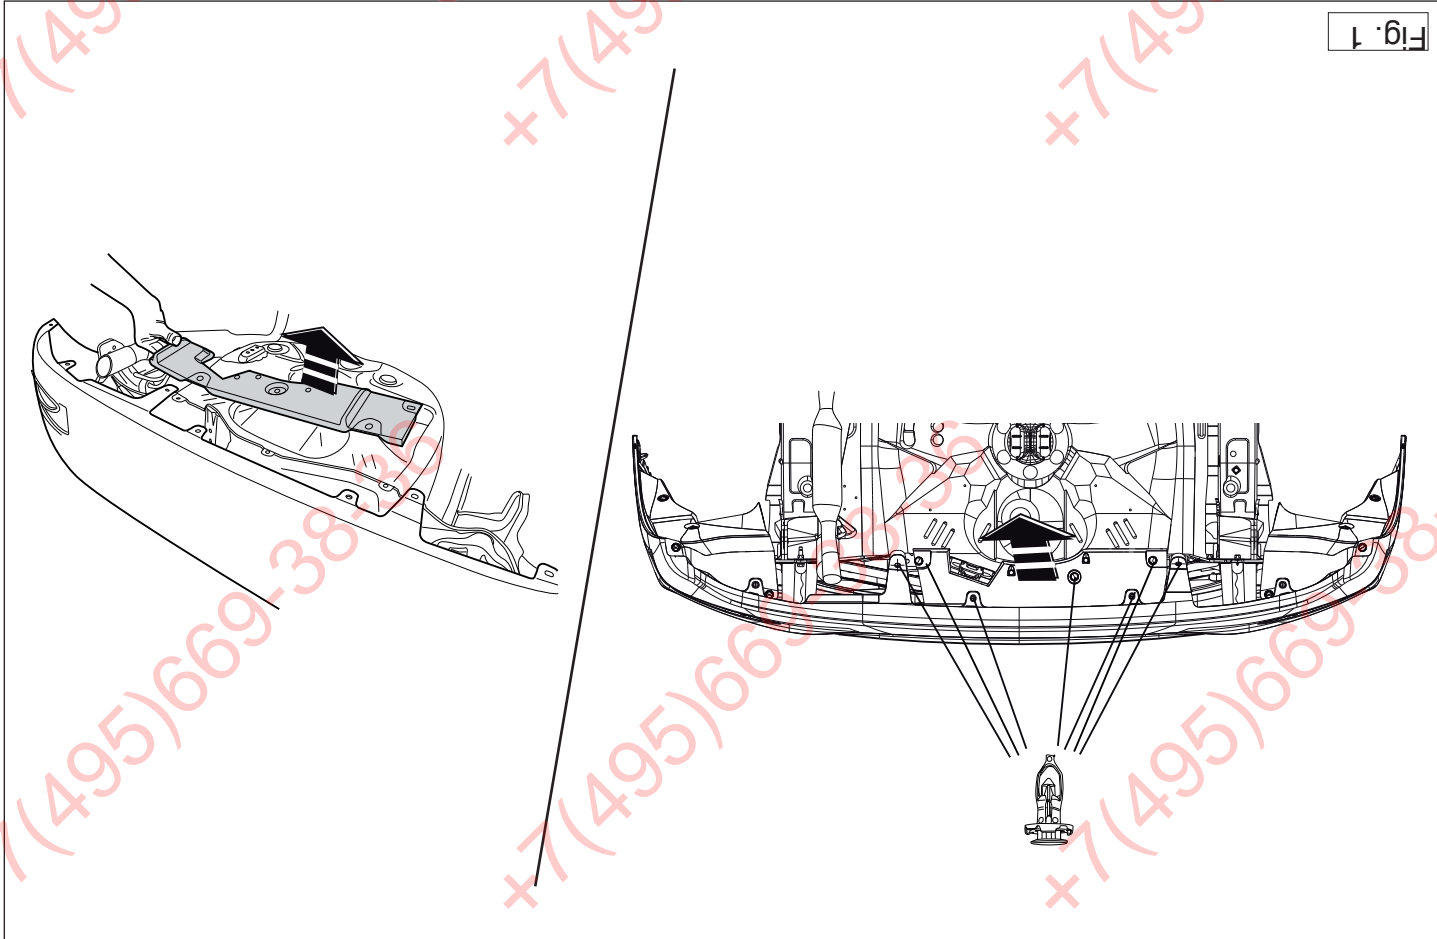

Fig. 1
1. Remove the part indicated. See figure 1.
1. Den angegebenen Teil abmontieren. Siehe Abbildung 1.
1. Снять указанные детали. См. рисунок 1.
1. Démontez la partie indiquée. Voir la figure 1.